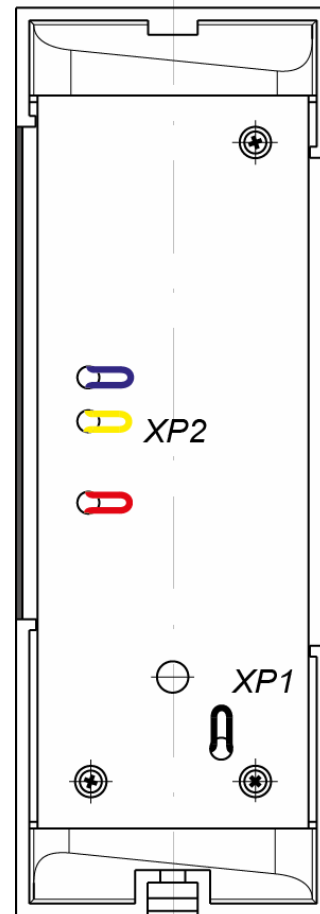

Рисунок 4. Расположение трех перемычек «номер считывателя» (XP2) и перемычки «отключение концевого резистора» (XP1)
Кроме того, на тыльной стороне считывателя расположены четыре переключки проводом (см. рис. 4):
4. При помощи трех перемычек **XP2** (см. рис. 4) установите номер считывателя, для чего в соответствии с табл. 1 необходимые перемычки перекусите кусачками. Разрезанные перемычки не должны контактировать с другими перемычками и с металлическим основанием.
- С целью предотвращения искажений сигнала на концах линии связи RS-485 должны быть установлены концевые резисторы. В считывателе **PERCo-IR04.1** такой резистор предусмотрен конструктивно. Если устанавливаемый считыватель не является конечным устройством на линии связи, то на нем необходимо отключить концевой резистор, для чего перекусите перемычку **XP1** (см. рис. 4). Проверьте наличие концевых резисторов на реальных концах линии связи интерфейса RS-485.